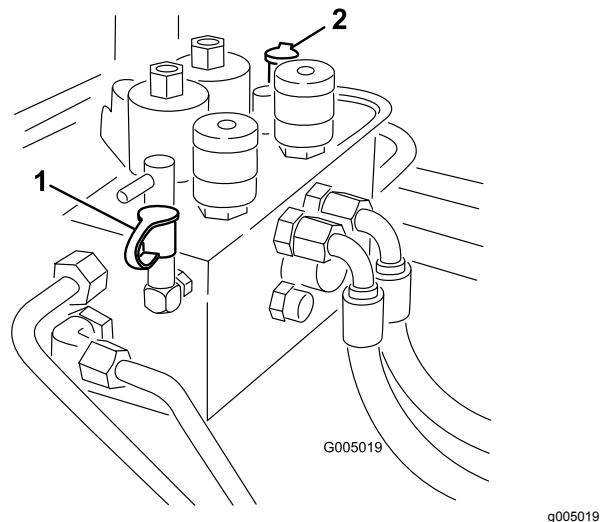

Figura 76
2. A porta de teste B (Figura 76) é utilizada para ajudar na resolução de problemas no circuito hidráulico das unidades de corte frontais.
3. A porta de teste C (Figura 76) é utilizada para ajudar na resolução de problemas no circuito hidráulico das unidades de corte traseiras.